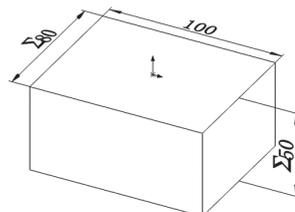

图5-11 重新创建长方体模型
(5) 单击“重建模型”按钮 ，按照新的尺寸重新创建长方体模型，此时长方体的形状发生明显变化，如图5-11所示。